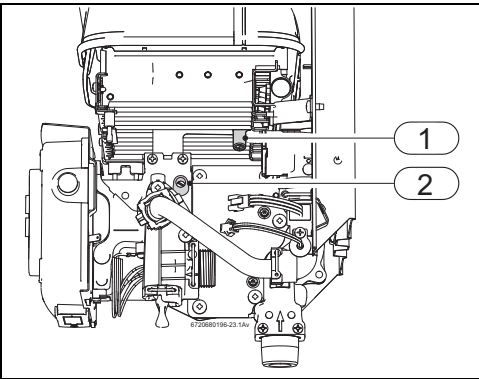

Fig. 25 Pontos de medição da pressão
- ▶ Desapertar o parafuso obturador (Fig. 25, [1]).
- ▶ Ligar o manómetro ao ponto de medição da pressão do queimador (Fig. 25, [1]).
- ▶ Regular a pressão mínima do queimador (→ tabela 9) utilizando o parafuso de ajuste do caudal de gás mínimo (Fig. 25, [2]).